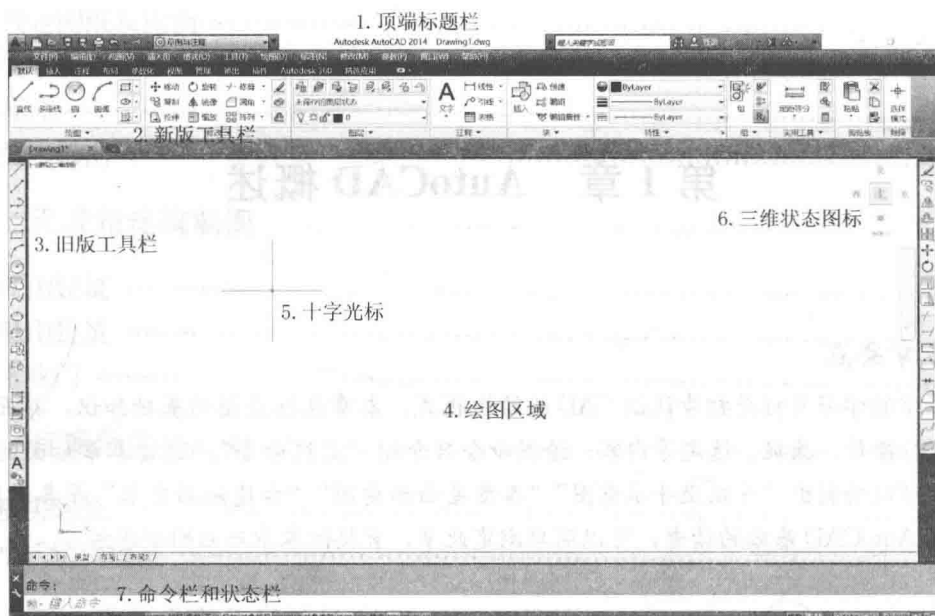

图 1-2 AutoCAD 2014 基本界面
CAD 2014 版本是该软件较稳定的版本，安装后在桌面上会生成“AutoCAD 2014 — 简体中文”的红色图标。双击该图标进入 CAD 软件，会弹出 CAD 窗口界面，如图 1-2 所示。
三维状态中间的文字为绘制时的视角方向，例如：显示为“上”可理解为从“上”往下看，如果显示为“左”可理解为从“左”往右看。在使用二维绘图时，可以不设置三维图标。默认状态为正方向，即上北下南左西右东，视角方向为“上”，如图 1-2 所示。
(2) 状态栏是软件窗口最下方的一行,有捕捉、栅格、正交、极轴等按钮。按钮在灰色状态时表示关闭,按钮处于高亮状态时表示打开。鼠标左键点击可以打开或关闭功能,鼠标右键点击可以进一步设置状态。图 1-2 中栅格、极轴就是打开状态,捕捉、正交就是关闭状态。具体功能在后面的章节中进行介绍。